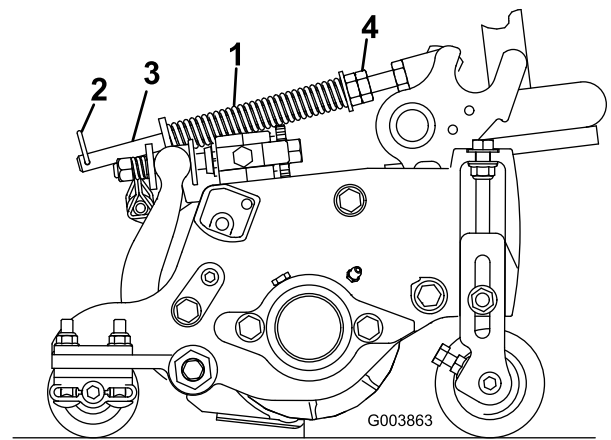

Figure 15
2. Serrez les écrous hexagonaux sur l'extrémité avant de la tige de ressort jusqu'à ce que la longueur du ressort comprimé soit égale à 12,7 cm sur la Reelmaster 5410 à plateaux de coupe de 12,7 cm ou à 15,9 cm sur la Reelmaster 5510 à plateaux de coupe de 17,8 cm (Figure 15).
Le ressort de compensation (Figure 15) transfère aussi le poids du rouleau avant au rouleau arrière. (Cela évite la formation d'ondulations à la surface de la pelouse.)
1. Vérifiez que la goupille fendue est insérée dans le trou de la tige de ressort (Figure 15).